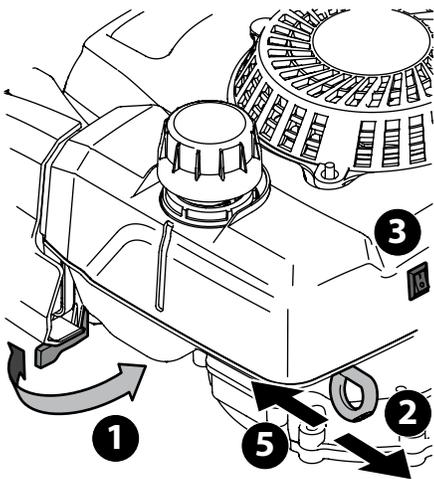

Figure 5-3
1. Ouvrez le robinet d'arrêt de carburant (le cas échéant). Voir Figure 5-3.